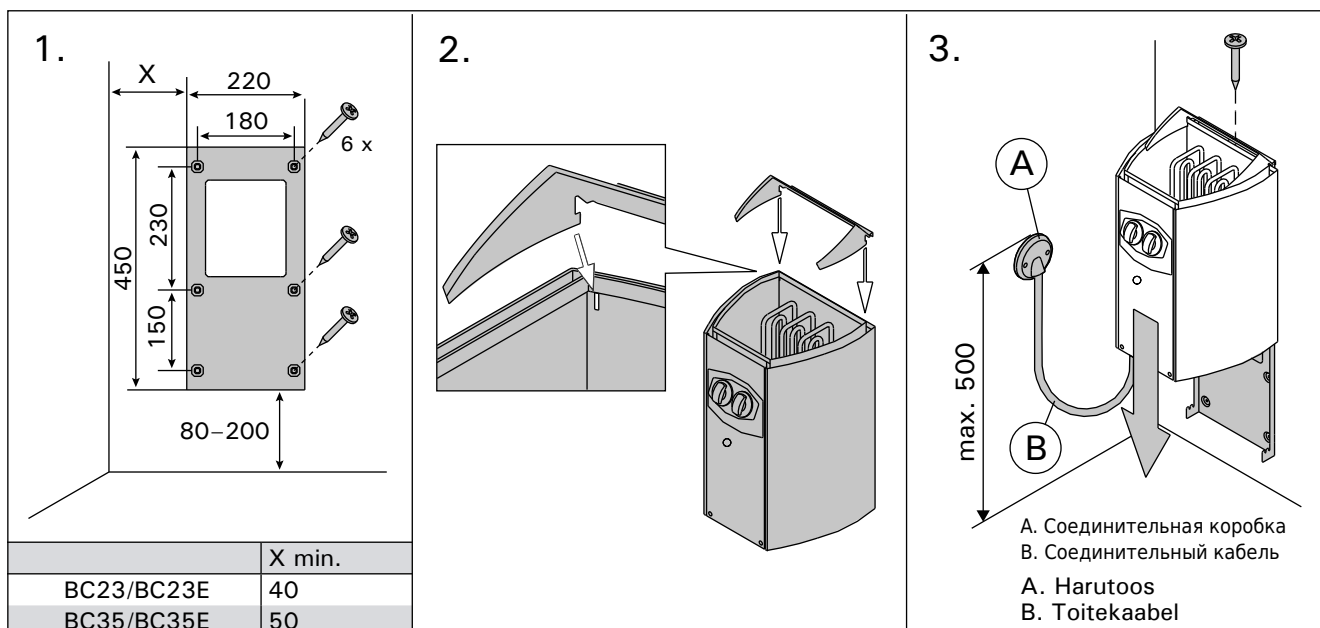

Рисунок 7. Крепление каменки к стене (все размеры приведены в миллиметрах)
См. рис. 7.
- Каменка гибким проводом подсоединяется к соединительной коробке (рис. 7: A) на стене сауны. Соединительная коробка должна быть брызгозащищенной и находиться на расстоянии не выше 500 мм от пола.
- В качестве кабеля (рис. 7: B) следует использовать резиновый кабель типа HO7RN-F или подобный. **ВНИМАНИЕ! Использование кабеля с ПВХ-изоляцией запрещено вследствие его разрушения под воздействием тепла.**
- Кроме клемм питания каменки BC оснащены также клеммой (P), которая делает возможным